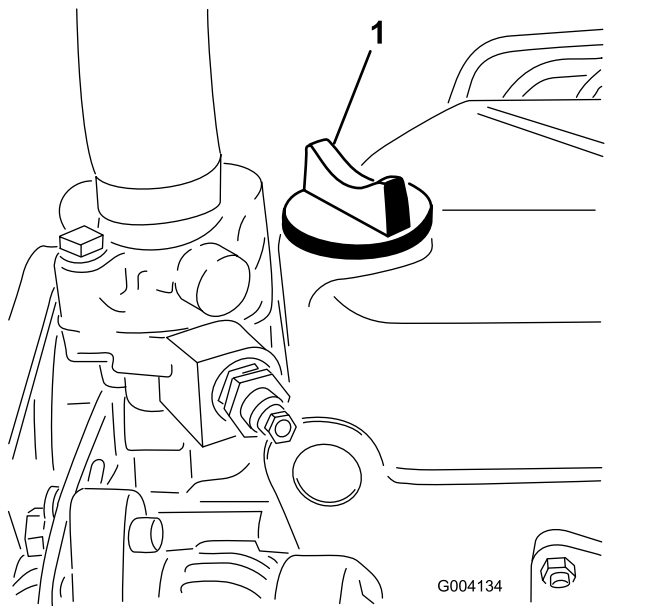

図 30
5. FULL マークまでない場合は、キャップ 図 30 を取り、FULL マークまでオイルを補給する。